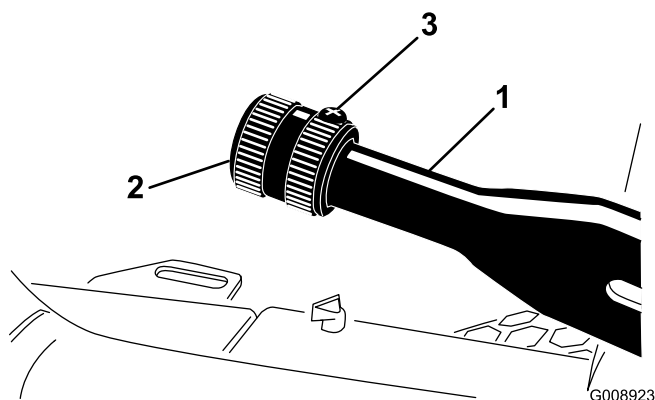

Figura 65
1. Allentate la vite a pressione che fissa la manopola alla leva del freno di stazionamento (Figura 65).